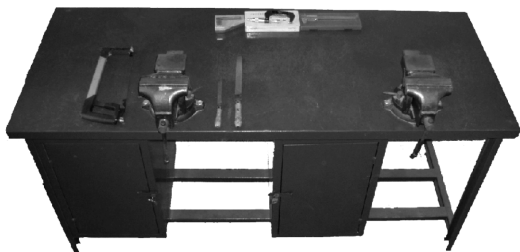

图 1-3 钳台
(2) 钳台(钳桌) 用来安装台虎钳、放置工具和工件等,如图 1-3 所示。